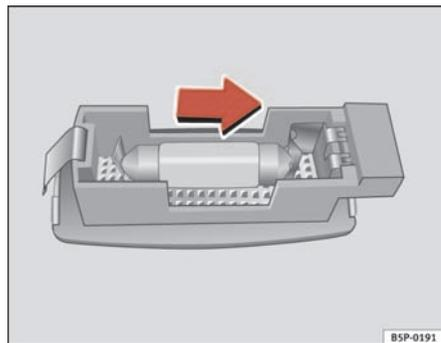

Fig. 193 Smontaggio della luce dell'aletta parasole
- Estrarre con cautela il coprifanale utilizzando il cacciavite dal lato piatto, come indicato nella figura ⇒ fig. 193.
- Rimuovere la lampada, movendola verso l'esterno nel senso della freccia ⇒ fig. 193. ■